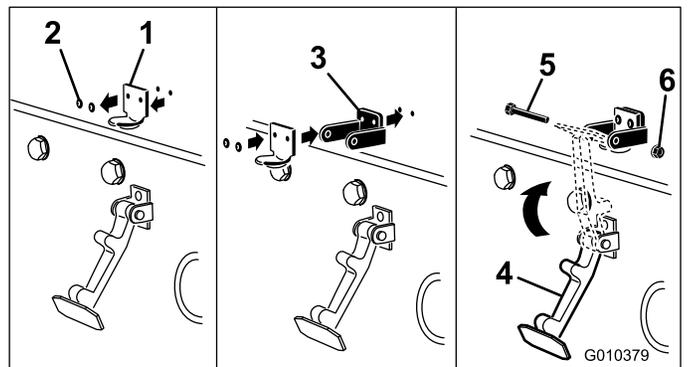

Figura 4
3. Alineando los taladros de montaje, coloque el cierre de seguridad para CE y el cerradero sobre el capó. El cierre de seguridad debe estar en contacto directo con el capó (Figura 4).
5. Enganche el cierre en el cerradero del capó (Figura 4).
6. Introduzca un perno (1/4 x 1-1/2 pulgada) a través del seguro de cierre del capó y fíjelo con una contratuercas (Figura 4).